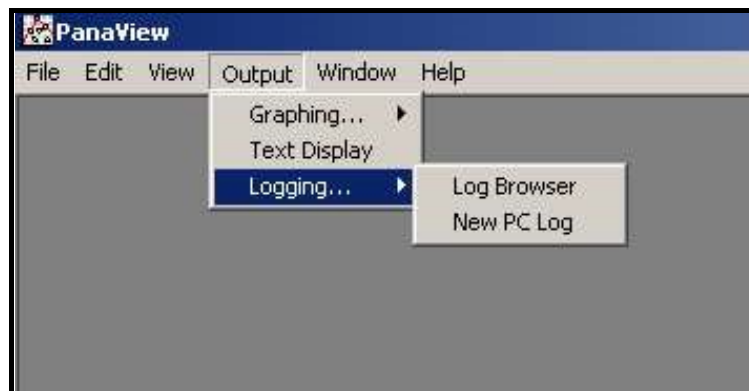

Figura 24: Navegador de registro en la opción de registro
1. Desde PanaView, haga clic en la opción de *registro* en el menú de *salida*. A continuación, haga clic en la opción *Navegador de registro*, como se muestra en la Figura 24.